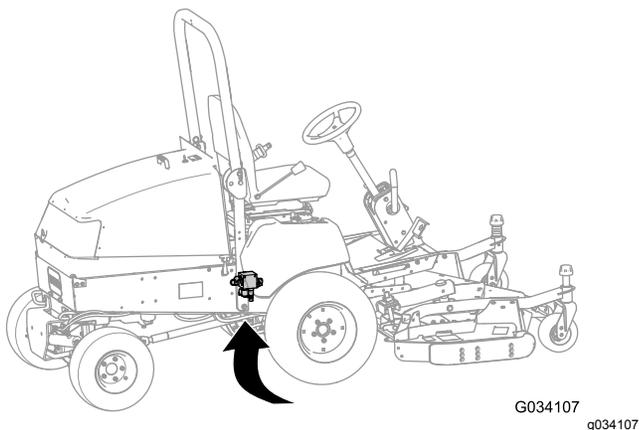

Рисунок 13
2. Найдите коллектор подъема под машиной, с внутренней стороны от правого швеллера рамы, позади переднего моста (Рисунок 13).